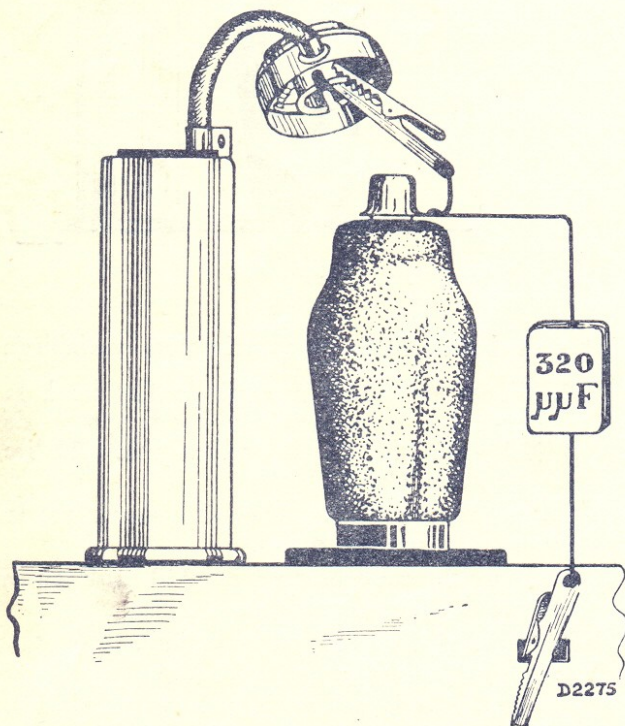

Fig. 4
5. Défaire le condensateur de $320 \mu\mu\text{F}$ et le monter entre la grille de L2 et le châssis. (fig. 4).